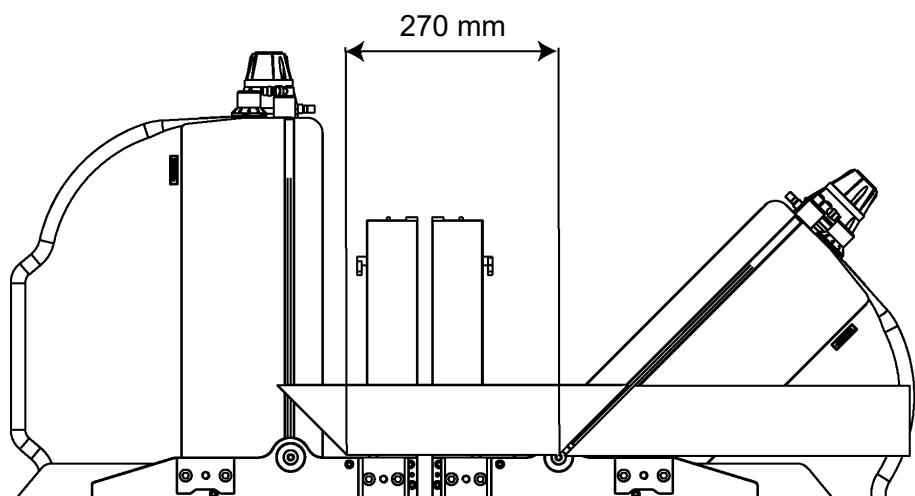

Fig. 08-03
2.^a ETAPA: A cabeça móvel corta a peça e a move alguns mm, sucessivamente a cabeça fixa o trava naquela posição. A cabeça móvel retorna à altura mínima e realiza o corte (ver Fig. 08-03).